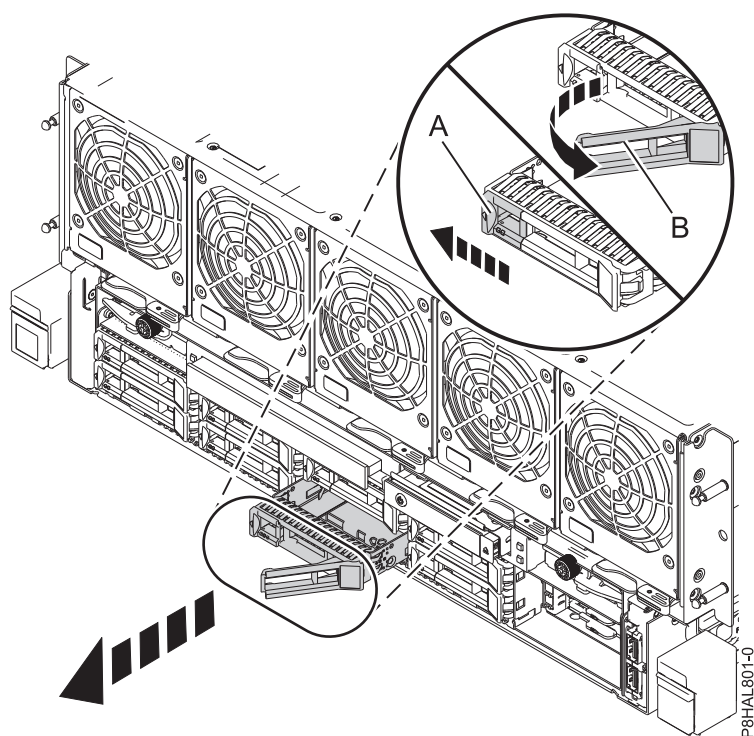

図 32. 8408-44E または 8408-E8E システムからのディスク・ドライブの取り外し
3. 識別 LED が明滅したら、ハンドル・ラッチ (A) を押して、手前に引き、ドライブ・ベイ・ハンドル (B) をアンロックします。図 32 ハンドルが完全に引き出されていないと、ソリッド・ステート・ドライブをスライドさせてシステムから引き出すことができません。